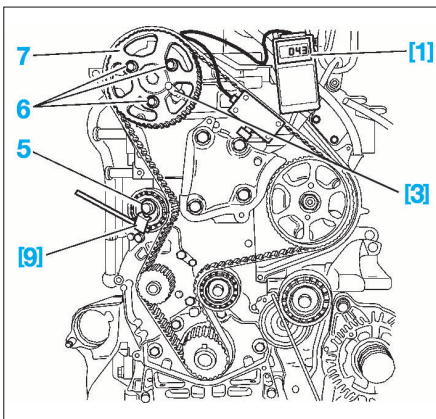

FIG. 29
- Serrer les vis (6) à 2 daN.m.
- Desserrer les vis (6).
- Serrer les vis (6) à la main.
- Desserrer la vis centrale du galet tendeur (5).
- Mettre en place l'outil [1] voir (Fig.29).